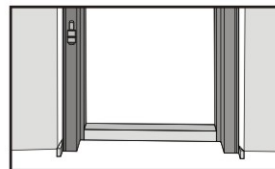

Рис. 10
5.1.3. Для того, чтобы зафиксировать нижнюю часть коробки клиньями, выровняйте петлевую сторону, проверьте строительным уровнем в двух плоскостях (рис.10).